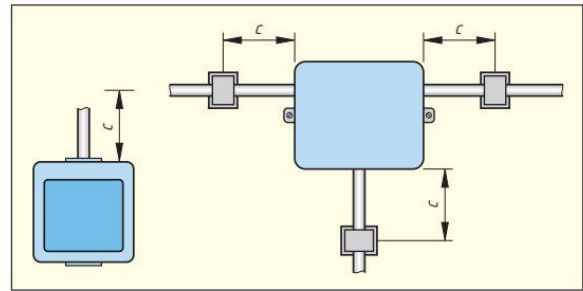

Bild 1: Abstand der ersten Befestigungsschelle
7. In welchem Abstand c zu Betriebsmitteln (Bild 1), z. B. Schalter, Steckdosen, Abzweigdosen oder Leuchten, ordnet man die erste Befestigungsschelle an?